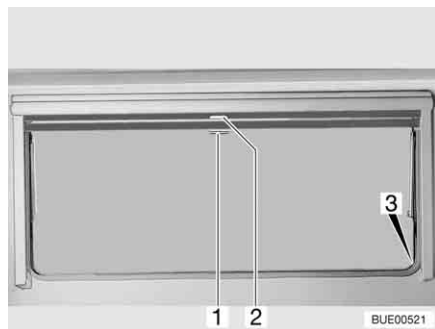

Bild 83 Överkantshängda fönster
- Drag ned mörkläggningsrullgardinen med handtaget (Bild 83,2). När mörkläggningsrullgardinen dras ned helt fäster man det man i spärrarna (Bild 83,3) på båda sidorna på fönsterkarmen.
- När mörkläggningsrullgardinen är helt neddragen: Tryck ned handtaget (Bild 83,2) och drag det något inåt. Nu kan man ta loss mörkläggningsrullgardinen ur spärrarna på båda sidorna av fönsterkarmen.
- När mörkläggningsrullgardinen inte är helt neddragen: Drag handtaget (Bild 83,2) lätt nedåt tills spärren släpper.
- Drag ner insektsnätet med handtaget (Bild 83,1) och fäst det i spärrarna (Bild 83,3) på båda sidorna av fönsterkarmen.
- Tryck ned handtaget (Bild 83,1) och drag det något inåt. Lossa insektsnätet ur spärrarna på båda sidorna av fönsterkarmen.